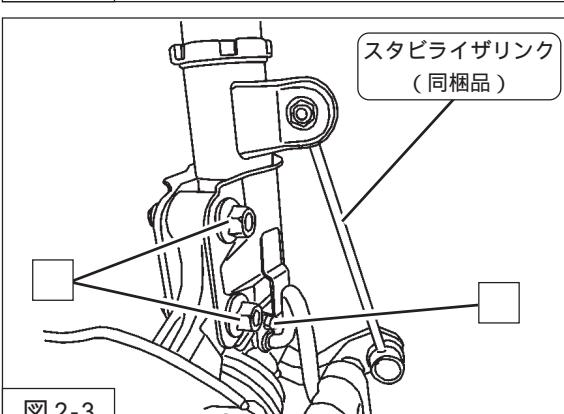

図2-3
3. ダンパーロア取付ボルト・ナット(締付トルク:152N·m)を取付けてください。(図2-3)
ブレーキホースクランプ取付ボルト(締付トルク:22N·m)を取付けてください。(図2-3)